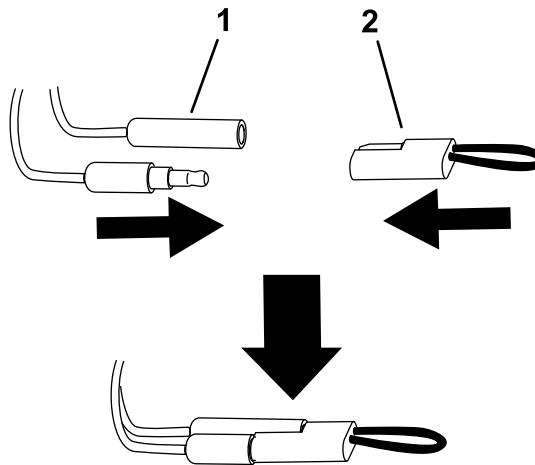

Рисунок 10
6. Разъедините калибровочные разъемы и установите на них заглушку (Рисунок 10).